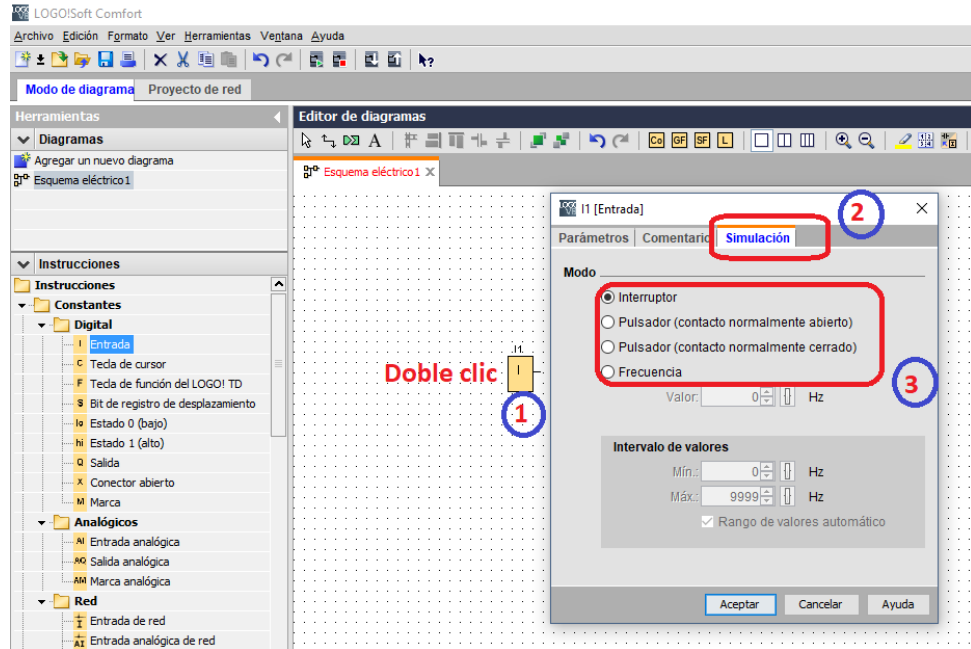

Ilustración 11 Configuración del "modo" de las entradas digitales
- B. En nuestro segundo caso, configuraremos seis entradas digitales (I1 hasta la I6) y dos (2) análogas, (Ilustración 11).